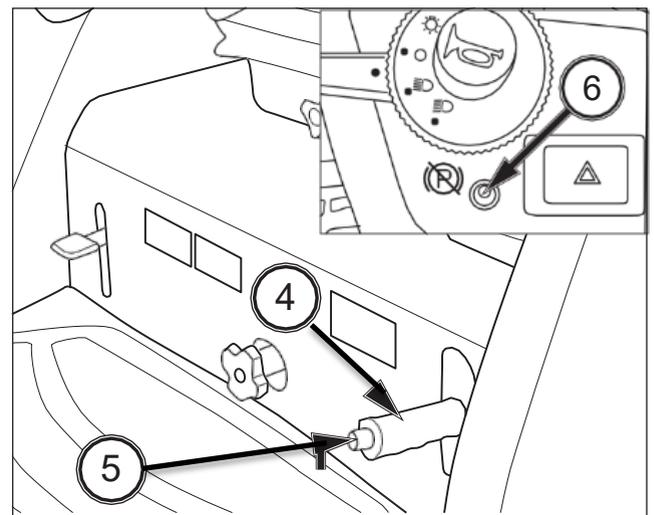

FIG. 44
FIG. 44: El freno de estacionamiento actúa en las ruedas traseras del tractor. Para poner el freno de estacionamiento, levante la palanca de estacionamiento (4) para bloquear los frenos en la posición elegida.